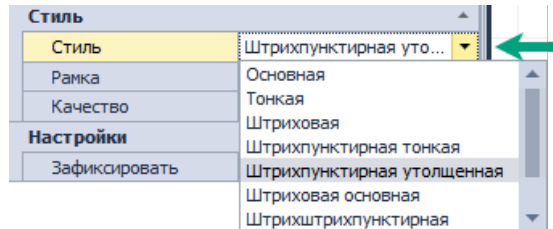

Рис. 346 Отображение рамки рисунка
- Пункт «Рамка», поле «Стиль» - включение/выключение отображения рамки рисунка. Тип рамки выбирается из выпадающего списка в пункте «Стиль поля «Стиль», Рис. 346.